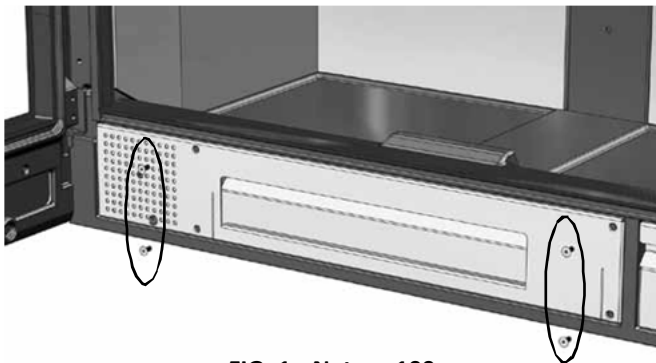

FIG. 1 - Nature 100
1. Retirar os quatro parafusos que sujeitam a parte frontal da bandeja suporte do ventilador (Fig. 1). Para os modelos Nature 70 / 80 são dois parafusos em lugar de quatro.